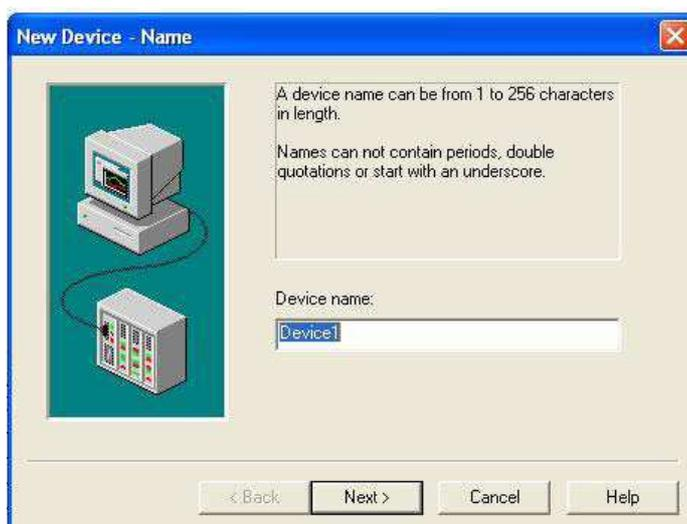

Рис.6
2.4 В появившемся окне добавьте новое устройство и укажите его имя (Рис.6):